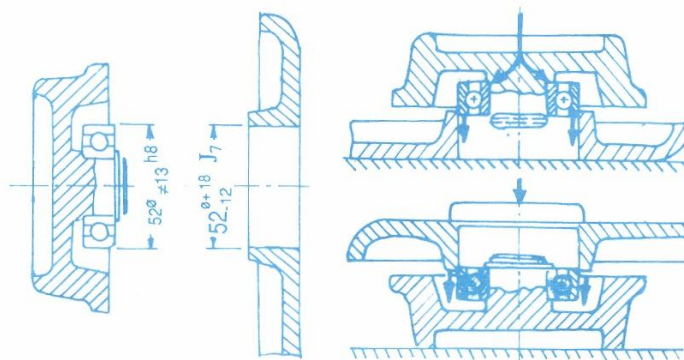

Figura 42
- Si no se tiene en cuenta esto, la pista de rodadura y elementos rodantes sufren averías, en consecuencia la duración del rodamiento disminuye considerablemente. Figura 42 a y b.